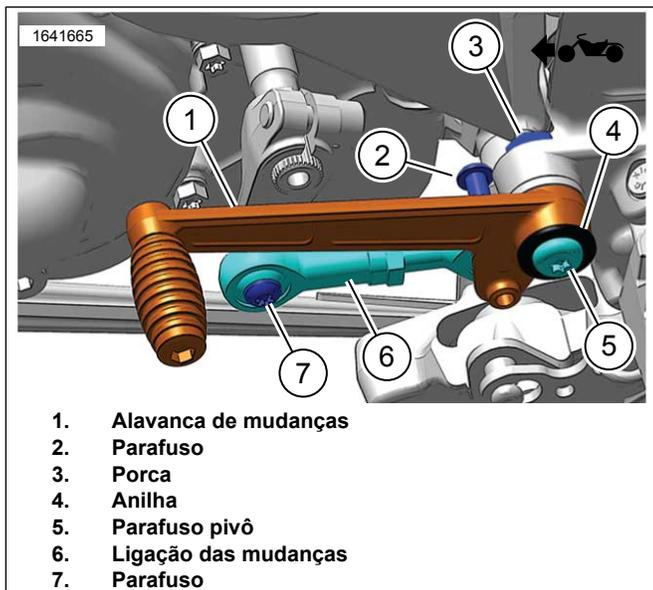

Figura 2. Remoção da Alavanca das Mudanças / Ligação das Mudanças
2. Ver a Figura 2. Retire o parafuso de ligação dianteiro do patim das mudanças (7).
3. Ver a Figura 2. Retire o parafuso do pivô do patim das mudanças (5), a anilha (4) e a porca (3).
4. Ver a Figura 2. Retire a alavanca das mudanças (1) e a ligação das mudanças (6) da ligação ao quadro.
5. Ver a Figura 2. Retire o parafuso (2) da ligação das mudanças (6) da alavanca das mudanças (1).